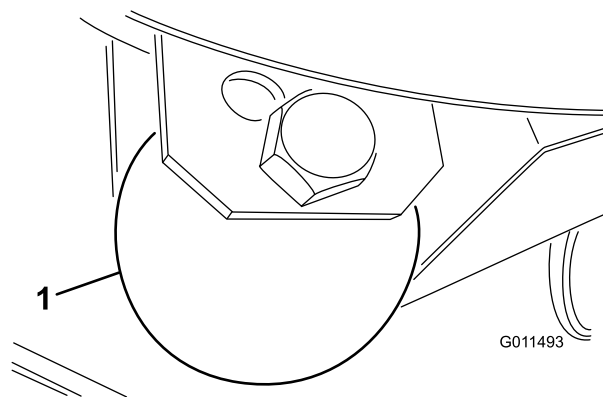

Figure 26
1. Enlevez le boulon et l'écrou qui fixent la roue de jauge aux supports du plateau de coupe (Figure 26).